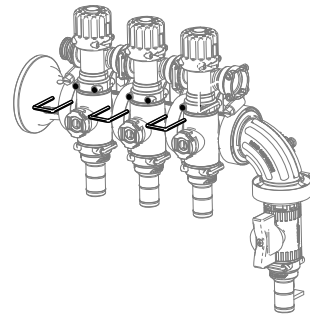

Figura 12
7. Instale el grupo de válvulas de los brazos usando las horquillas de retención que se retiraron anteriormente, como se muestra en la Figura 12.